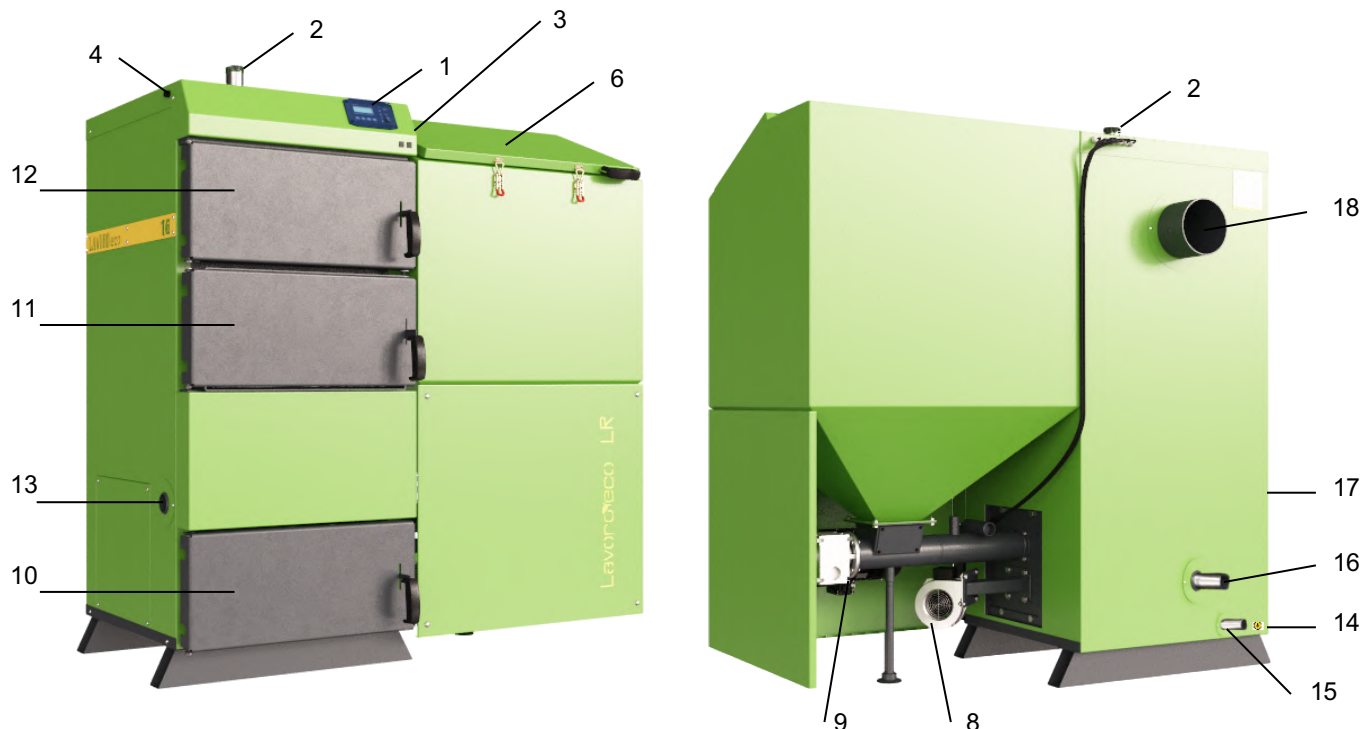

Рисунок 1 – Состав и устройство Котлов моделей LR16-150
10. Котел (рис.1) представляет собой стальной сварной теплоизолированный каркас, обшитый снаружи съемной декоративной облицовкой, и устанавливаемый на собственных опорах. Внутреннее пространство имеет сложную конфигурацию, включает в своем составе в том числе трубчатый теплообменник, предназначенный для циркулирования теплоносителя, листовые детали, образующие вместе со стенками каркаса камеру сжигания, воздухоподводящие каналы, систему дымоудаления из Котла (18). Внутри каркаса в нижней части расположены устройства: колосниковая решетка для размещения топлива (при работе на резервном топливе) и зольный ящик для сбора и удаления золы. Снаружи Котел имеет дверцы и окошки для обслуживания Котла (10,11,12), патрубки для подсоединения к трубопроводам водяного контура системы отопления (2, 16), патрубок для опорожнения теплообменника (15), штуцера для установки термодатчика и тягорегулятора (5). В нижней части котла справа или слева (по запросу сторона установки Горелки оговаривается) вмонтирована Горелка (9) выбранной мощности, которая соединяется с